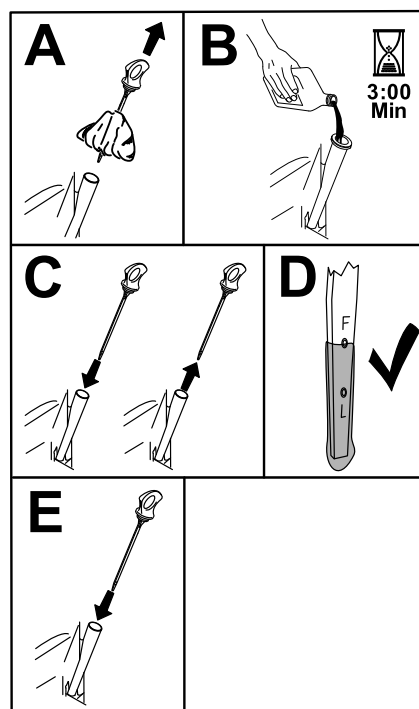

Figure 39
- Versez lentement environ 80 % de l'huile spécifiée dans le tube de remplissage, puis faites l'appoint lentement jusqu'à ce que le niveau atteigne le repère maximum (Full) (Figure 39).